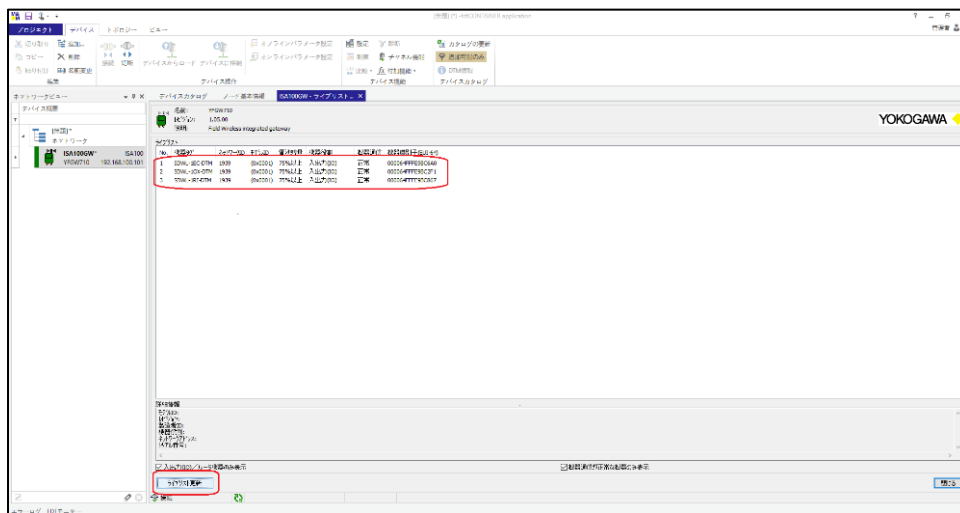

図 5-43 ライブラリ更新
- ⑤ ライブラリが表示されますので「ライブラリ更新」を選択し、ライブラリを更新します。正しくシステムに接続できている場合は SDWL-1 がリストに表示されます。(図 5-43)